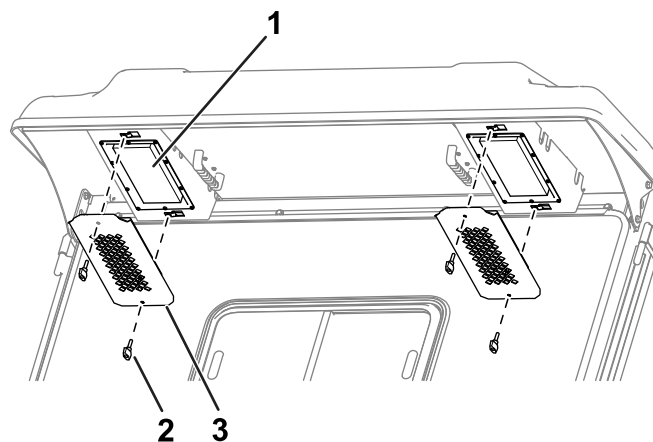

Рисунок 118
1. Снимите ручки и решетки с задней выступающей части кабины (Рисунок 118).
4. Установите фильтр в кабину с помощью ручек и решеток (Рисунок 118).